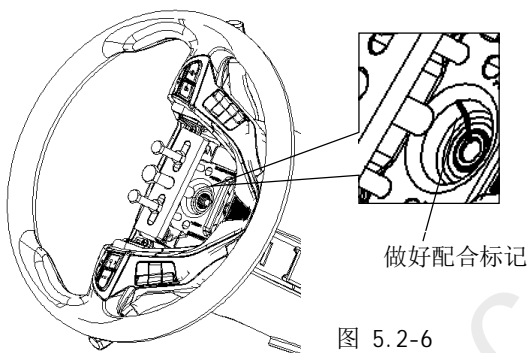

图 5.2-6
(3) 在转向盘总成和转向管柱及万向节总成上做好配合标记。
(4) 使用专用工具，拆下转向盘总成，如图5.2-6所示。